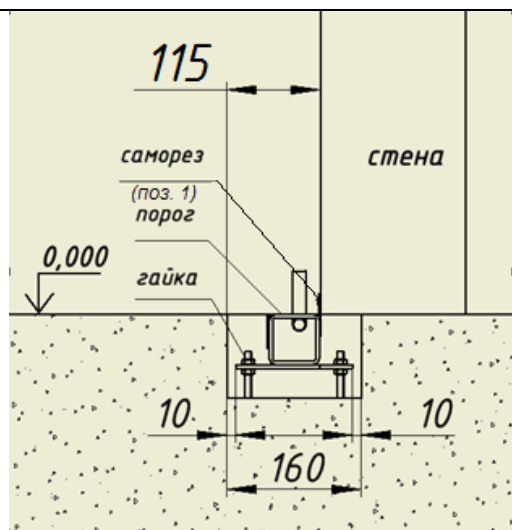

Рисунок 22
- **Внимание! После заливки бетона, удалить (выкрутить) крепёж (рис.22 поз 1).**